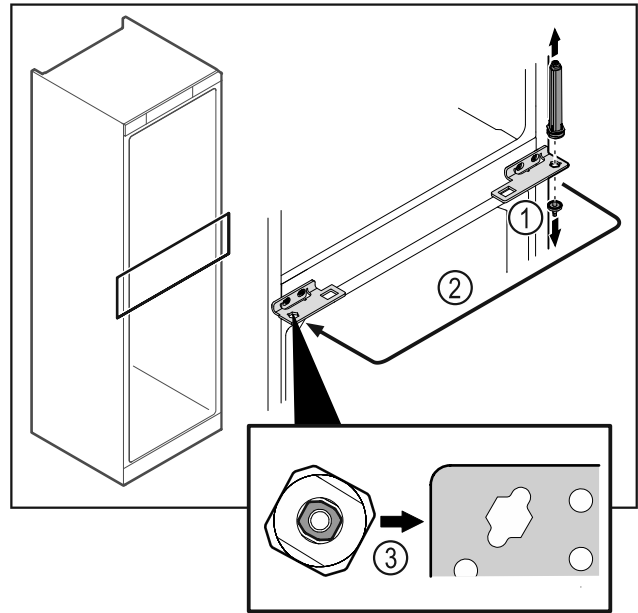

Fig. 44
- ▶ Открутите шарнирный палец Fig. 44 (1).
- ▶ Переставьте систему закрытия двери Fig. 44 (2).
- ▶ При установке следите за правильным выставлением системы закрытия двери Fig. 44 (3).